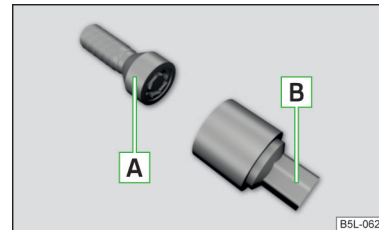

Abb. 182
Die Anti-Diebstahl-Radschrauben schützen die Räder vor einem Diebstahl. Diese können nur mithilfe des Adapters **B** » Abb. 182 gelöst bzw. festgezogen werden.
- › Den Adapter **B** » Abb. 182 mit der verzahnten Seite bis zum Anschlag in die innere Verzahnung im Kopf der Anti-Diebstahl-Radschraube **A** stecken.